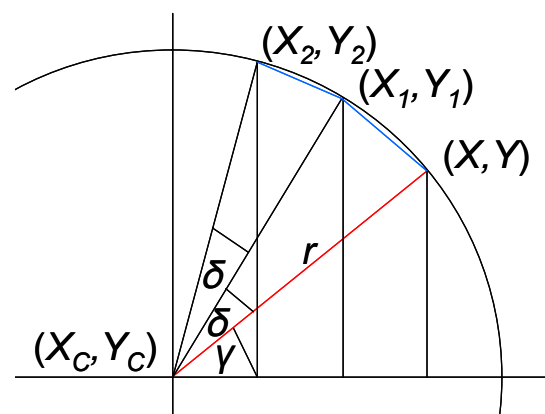

Abb. 3: Annäherung des Kreisbogens über Kreissehnen zum Winkel δ
Der Kreisbogen von (X, Y) bis (X_E, Y_E) wird jetzt allerdings nicht, wie man vielleicht erwarten würde, exakt Punkt für Punkt geplottet, sondern durch **Kreissehnen** angenähert (Abb. 3). Die exakte Bestimmung jedes einzelnen Kreispunkts nach der allgemeinen Kreisgleichung (2) würde die Berechnung von